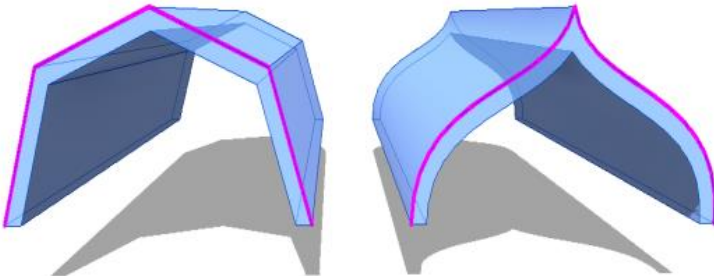

Рисунок 12.2 – Побудова «даху видавллюванням».
2.  →  Команда «Дах видавллюванням». В основному застосовується для моделювання скатів із змінними ухилами (наприклад, мансардні форма даху або слухове вікно). Дозволяє на вертикальній «робочій площині» (фронто́ну) побудувати дах видавллюванням по контуру лінії профілю (рис. 12.2). Профіль може складатися з лінійних, дугових і криволінійних (сплайн) сегментів. Товщина ската від лінії контуру відкладається вниз.
Створити в робочій площині фасаду відповідний ескіз профілю «даху видавлювання» (рис. 12.2).